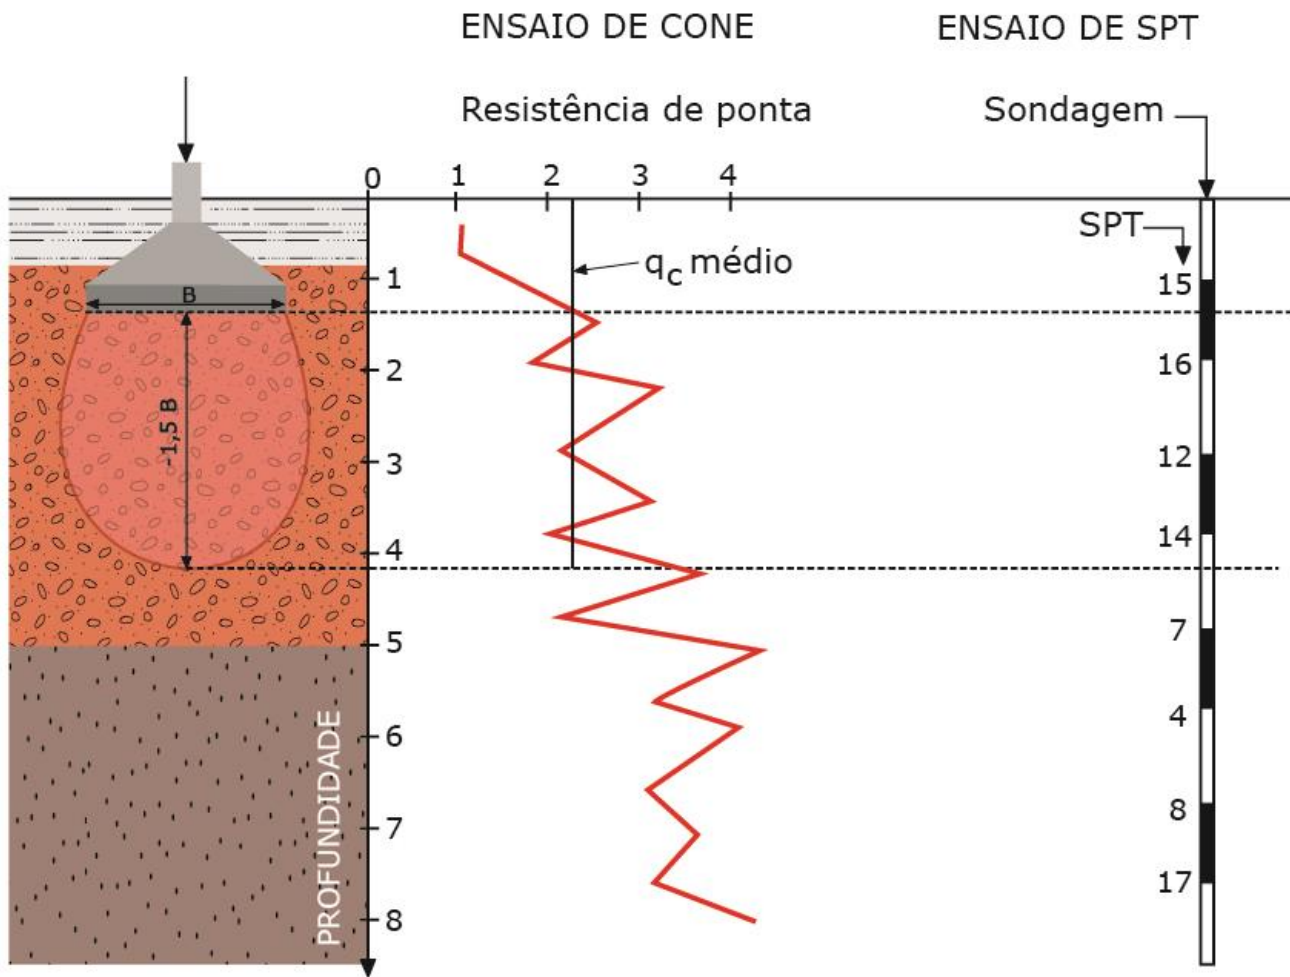

Figura 42: Dados de sondagem de um solo de uma fundação versus bulbo de pressão atuante
Perceba que o bulbo de tensões vai definir inclusive a região limite até onde vamos estudar a resistência do solo para fundações superficiais. Veja o exemplo da Figura 42. Como disse, considera-se o bulbo de tensões para acréscimos de até 10% de carga aplicada pela fundação. Assim, quando formos analisar a resistência/módulo de elasticidade do solo para uma **sapata** como na Figura 42, consideraremos as cargas até a **profundidade** que resulte no **bulbo de 10%**, o que para sapatas corresponde a 1,5 a 2 vezes a sua largura (B), ou seja, **1,5 a 2 vezes B**.